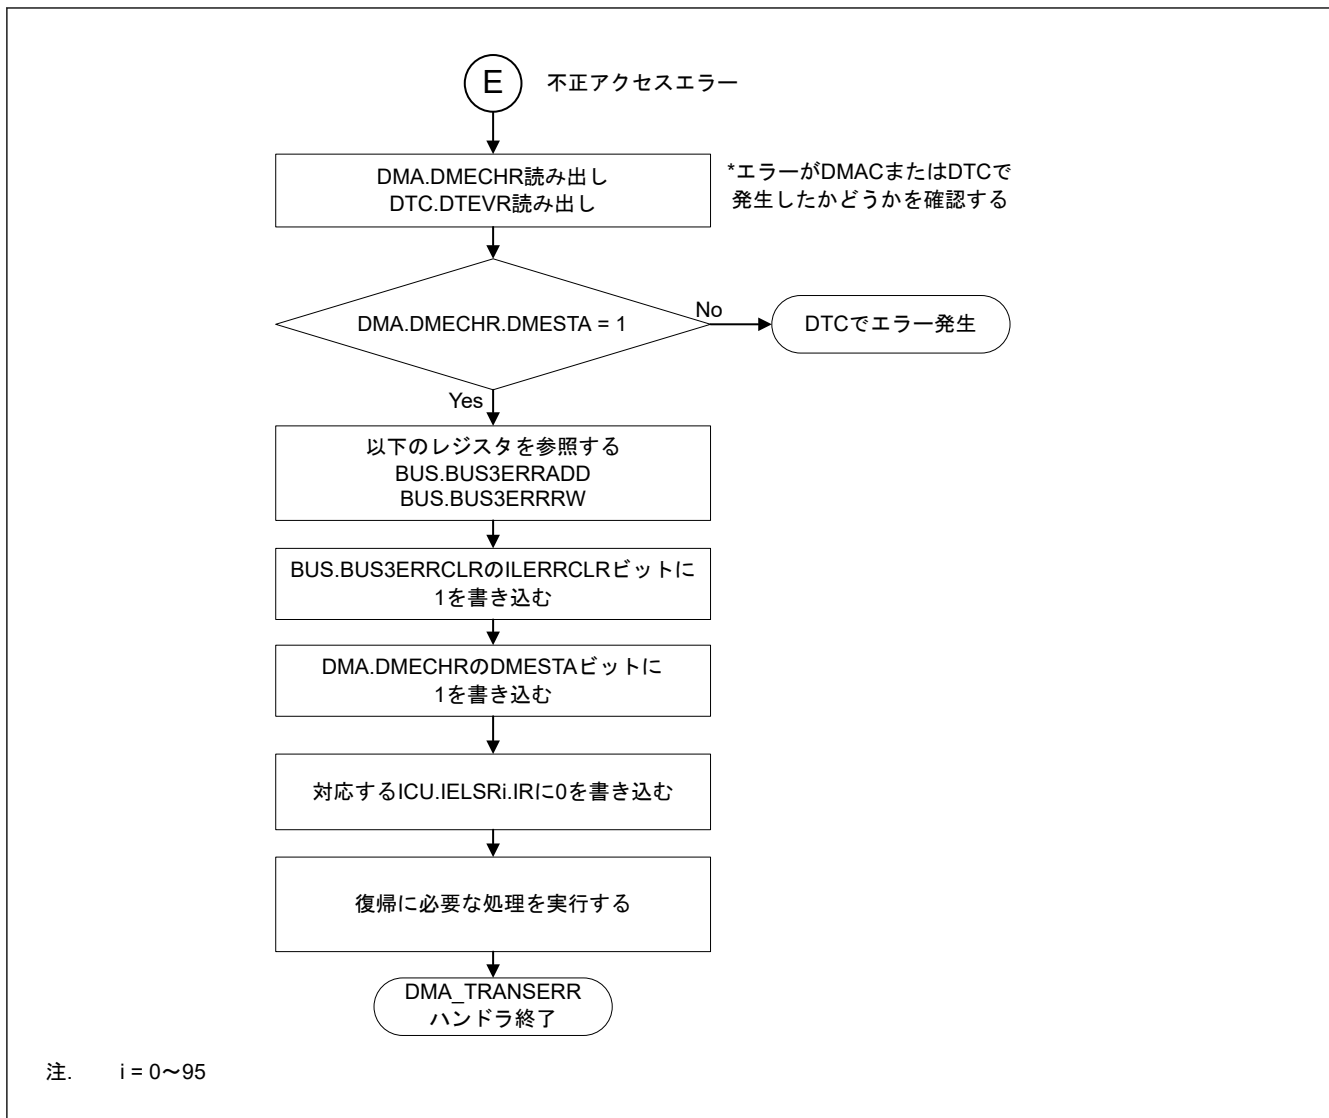

図 16.32 不正アクセスエラーによる DMA\_TRANSERR ハンドラの処理
- 図 16.32 に DMAC の不正アクセスエラーが発生したチャンネルとセキュリティ属性を確認するフローを示します。